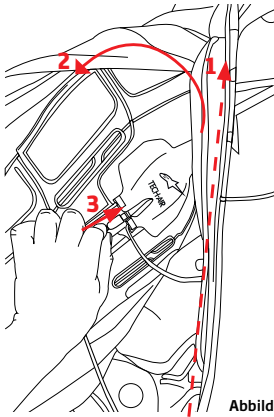

Abbildung 8
**Tipp:** Wird das Airbagsystem Tech-Air™ Race Vest in einem Lederanzug installiert, hat man besseren Zugriff auf den MicroUSB, indem man einen der Reißverschlüsse zur Befestigung der Weste (1) öffnet und die Weste teilweise herausnimmt. (Siehe Abbildung 8).
*Tip: Es ist leichter, den Hauptschalter (8) zu erreichen, wenn man zuerst einen der Reißverschlüsse zur Befestigung der Weste (1) öffnet und die Weste teilweise aus dem Anzug nimmt (siehe Abbildung 8). Natürlich muss der Reißverschluss wieder geschlossen werden, wenn man den Hauptschalter wieder angestellt hat.*